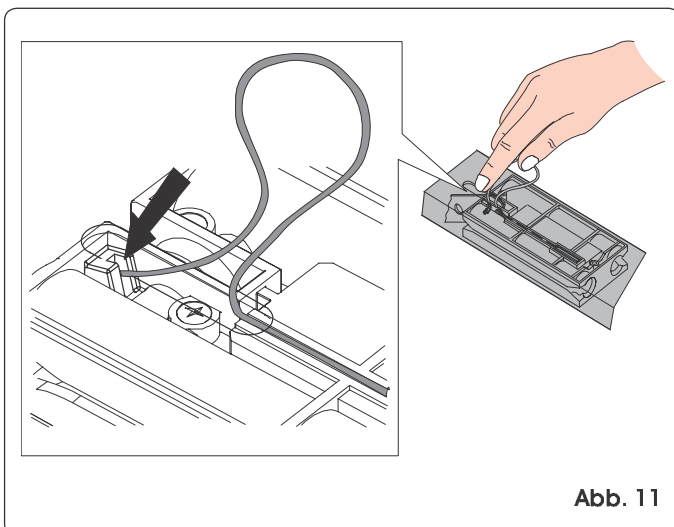

Abb. 11
- 3) Den Schlitten so weit in Richtung Zugkupplung zurückfahren, bis die Durchgangsbohrung auf dem Schlitten mit dem Langloch übereinstimmt und dann den von der Ummantlung befreiten Draht einführen (Abb. 11).